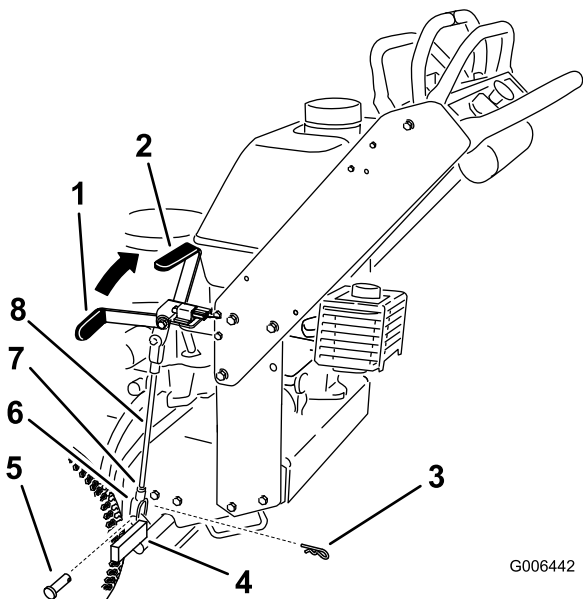

Figura 36
Nota: Cuando el freno está puesto, la palanca de freno debe estar en la posición de la 1 (Figura 36).
5. Afloje las contratueras superior e inferior (Figura 36).
6. Para ajustar el freno, retire el pasador de horquilla y el pasador de la palanca de freno inferior (Figura 36).
- Gire la varilla del freno en las horquillas. Para apretar el freno, aumenta la distancia entre las horquillas. Para aflojar el freno, reduzca la distancia entre las horquillas (Figura 36).
- Fije la horquilla a la palanca de freno inferior con el pasador de horquilla y el pasador (Figura 36).
- Apriete las contratuercas superior e inferior (Figura 36).